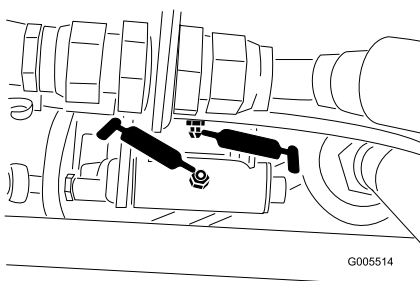
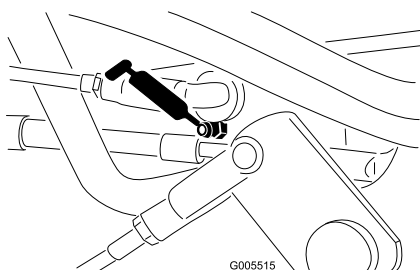

Figura 44
Figura 45
- Articulação do selector de velocidade (Figura 44 e Figura 45)